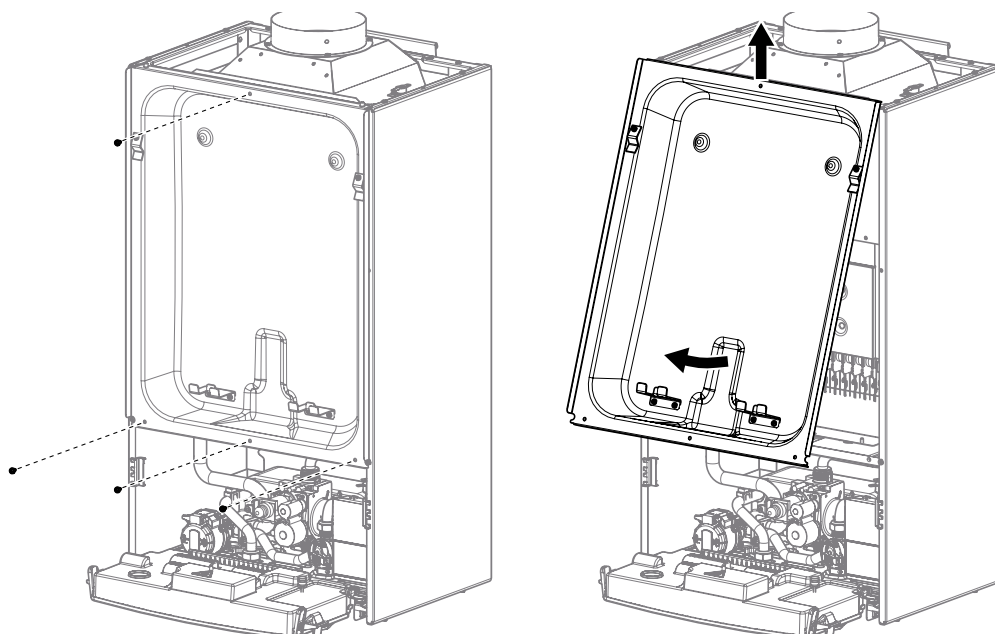

Fig. 17 *Chambre de combustion*
- Démontez le panneau frontal de la chambre de combustion (voir Fig. 17 Chambre de combustion).